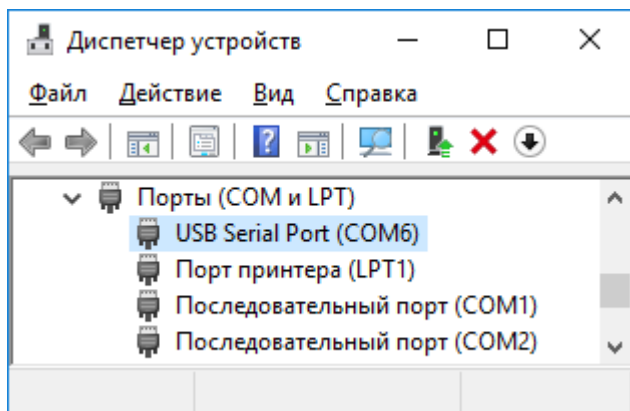

Рисунок 1 — Регулятор подключен к COM6
3.1.2 Посмотрите в «Диспетчере устройств» номер COM-порта, к которому подключен регулятор (см. рисунок 1).